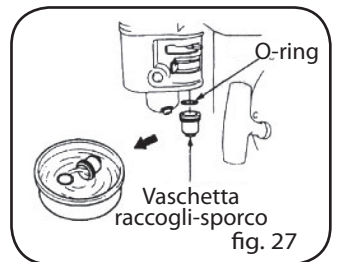

fig. 27
3. LAVAGGIO DELLA VASCHETTA RACCOGLI-SPORCO (Fig. 27)